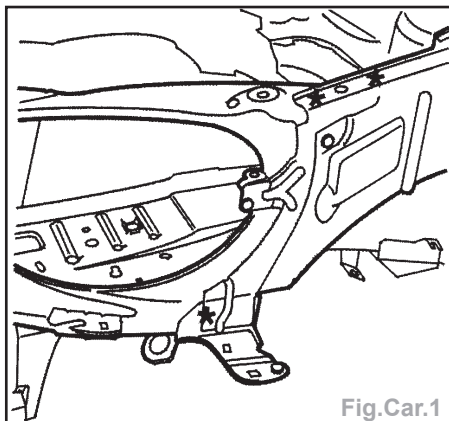

Fig.Car.1
- par fraisage des points (Fig.Car.1 et 2),